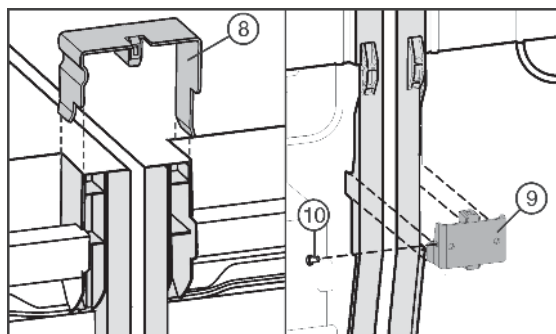

Fig. 7
- ▶ Enfiler la pince de jonction Fig. 7 (8) en haut sur les parois latérales du milieu.
- ▶ Mettre en place le coude de jonction Fig. 7 (9) en bas dans l'évidement approprié.
- Si le coude de jonction est un peu branlant, visser la vis Fig. 7 (10).